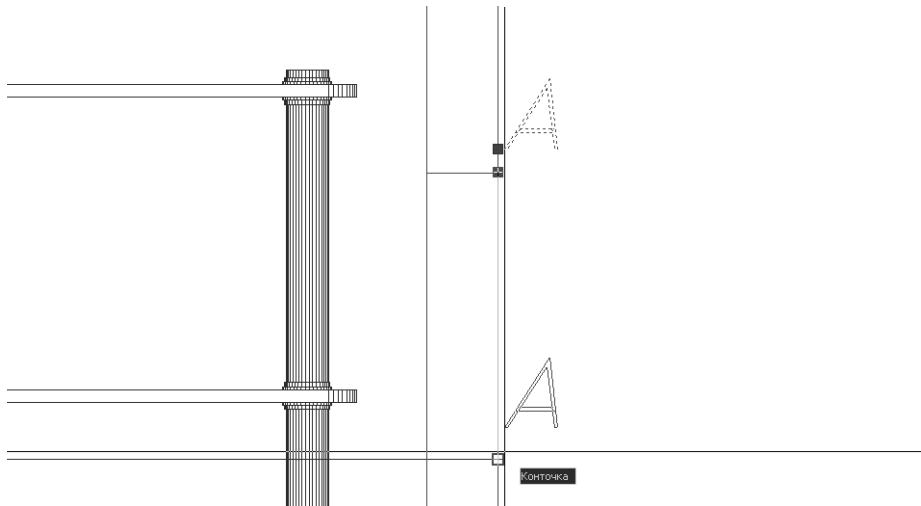

Рис. 10.16 ▼ Выбор новой точки вставки с помощью режима **Перемещение** (MOVE) маркера выделения
7. Щелкните на нижнем маркере, а затем нажмите **Пробел** для перехода от режима **Растягивание** (STRETCH) в режим **Перемещение** (MOVE). Сместите текстовый объект за выделенный маркер вниз и расположите его так, чтобы AutoCAD распознал правую оконечную точку линии, обозначающей высоту 1090 мм (рис. 10.16), после чего щелкните для захвата этой точки в качестве новой точки вставки текстового объекта.
8. Текстовый объект после смещения по-прежнему остается выделенным. Выберите из меню команду **Изменить** ⇒ **Объект** ⇒ **Текст** ⇒ **Редактировать** (Modify ⇒ Object ⇒ Text ⇒ Edit) или щелкните на кнопке **Редактировать** (Edit) панели инструментов **Текст** (Text) либо введите в командном окне команду **Диалпред** (DDEDIT) или просто **ред** (ED).